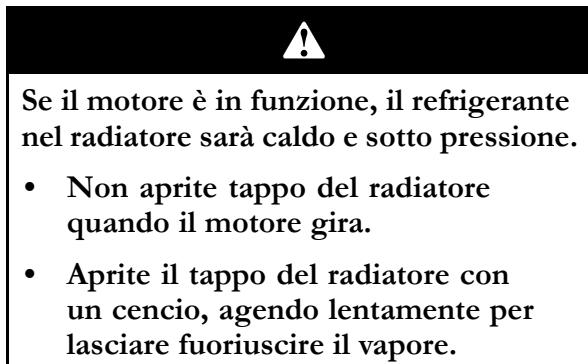

Figura 15
- Togliete con cautela il tappo del radiatore e il tappo del serbatoio di espansione (Figura 15).